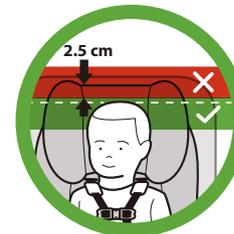

Figure 82
- **Orientation vers l'arrière** – Le dessus de la tête de l'enfant doit être au moins 2,5 cm (1 po) sous la partie supérieure de l'appui-tête du siège d'auto, tel qu'illustré dans la **Figure 82**. Si le dessus de la tête de l'enfant est à moins de 2,5 cm (1 po) sous la partie supérieure de l'appui-tête dans sa position la plus haute, votre enfant est trop grand pour utiliser ce siège d'auto en mode d'installation orientée vers l'arrière et devra l'utiliser en mode orientation vers l'avant.